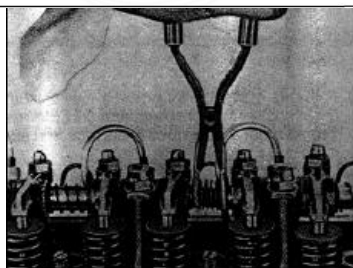

РИС. 58
1) Удалите соединительную муфту между осями коромысел при помощи клещей 312 589 0261 (рис. 58).